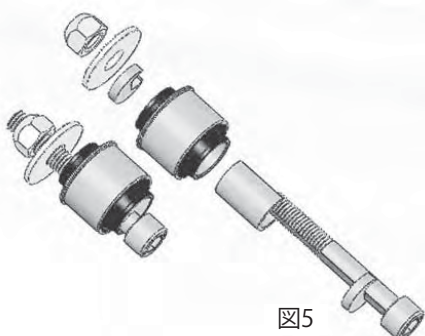

図5
9. アームをナックルの取付穴に合わせます。図5のようにオフセットワッシャーとスリーブが並んでいることを確認して、ナックルとブッシングを通してD ボルトを取り付けます。